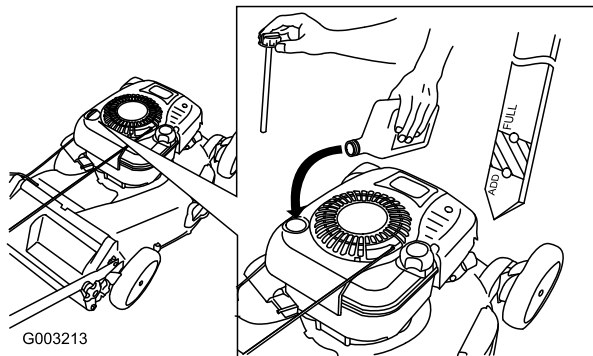

Figura 11
1. Retire la varilla, límpiela, y vuelva a colocarla (Figura 11).
2. Retire la varilla y compruebe el nivel de aceite (Figura 11). Si el nivel de aceite está por debajo de la marca Add de la varilla, vierta **lentamente** aceite en el tubo de llenado hasta que el nivel llegue a la marca Full de la varilla. **No llene demasiado.** (Capacidad máxima: 0,77 l (26 onzas), tipo: SAE 30W, aceite detergente con clasificación de servicio API SF, SG, SH, SJ, SL o superior.)